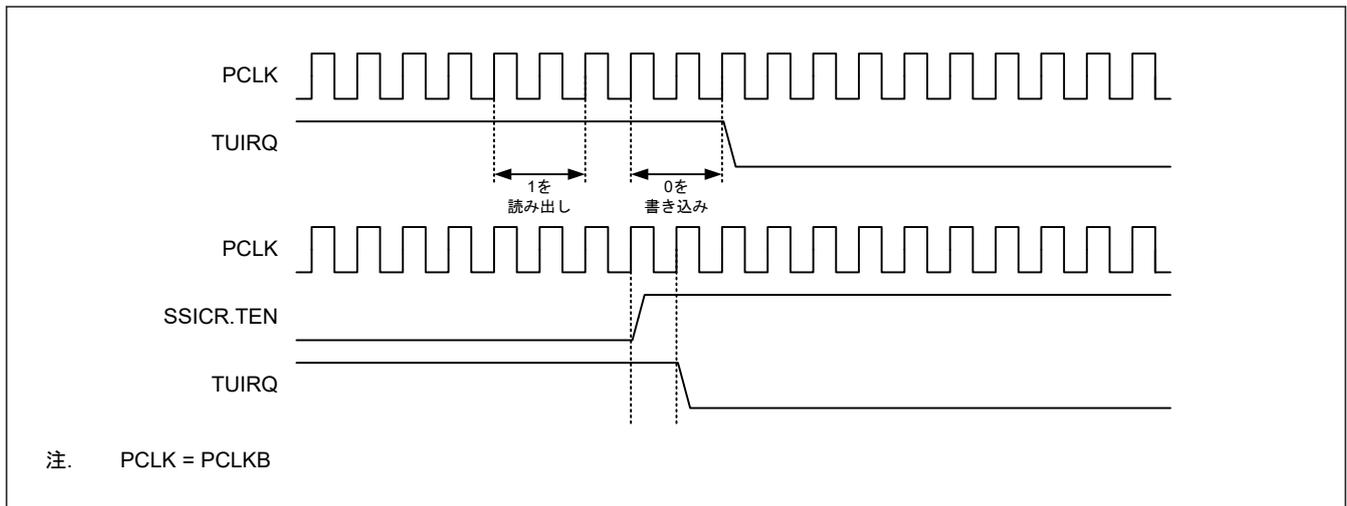

図 33.19 TUIRQ クリアタイミング
1. このビットから 1 を読み出したあとに 0 を書き込んだとき (図 33.19 のタイミングと同じ)